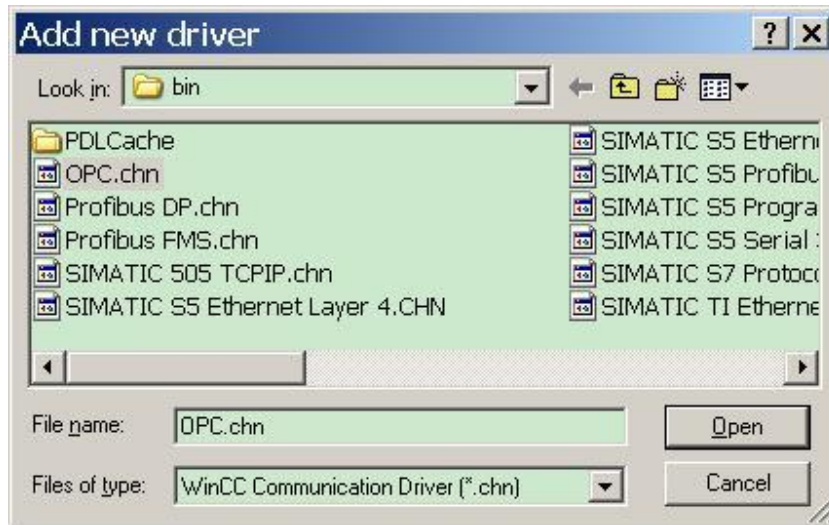

图 39 添加 OPC 通道
2. 在驱动程序中选择“OPC.chn”,默认路径为 C:\Program Files\Siemens\WinCC\bin,点击“OPEN”进行添加。如图 39。